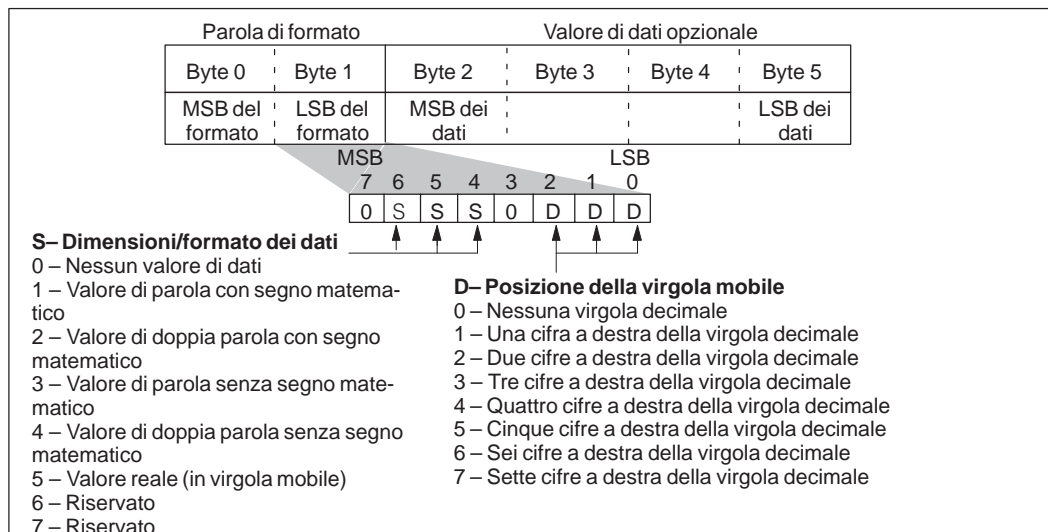

Figura D-18 Valori dei bit del byte 1 della parola di formato
Il byte meno importante della parola di formato viene utilizzato per specificare la dimensione, il formato e la posizione della virgola decimale di un valore visualizzato. La selezione di un numero con o senza segno matematico influisce sulla possibilità di modifica di un valore. I valori senza segno corrispondono a numeri positivi. I valori con segno possono essere sia positivi che negativi. La figura D-18 mostra la posizione della dimensione/formato dei dati e i bit della virgola decimale del byte 1 della parola di formato.
- I valori reali (a virgola mobile) sono visualizzati con il numero di posizioni decimali specificato dall'utente (vedere la figura D-18). Il valore è arrotondato in base al grado di precisione stabilito. Ad esempio, se per il valore 12,567 è stata specificata una sola posizione decimale, il TD 200 visualizza "12,6".
Per i numeri reali (in virgola mobile), il TD 200 usa un massimo di 20 cifre (sono comprese anche le posizioni decimali specificate nella parola di formato. Vedere la figura D-18). Se un numero non può essere visualizzato con il numero di cifre disponibili, il TD 200 visualizza "eeeeee".